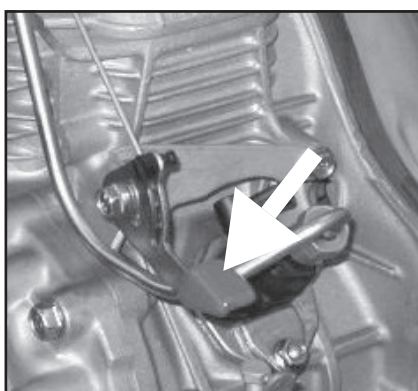

Fig.5 (P3500 - P4500)
- 2) Sænk håndtaget til ventilløfteren, placeret på motoren, som det fremgår af fig. 5 og 6.